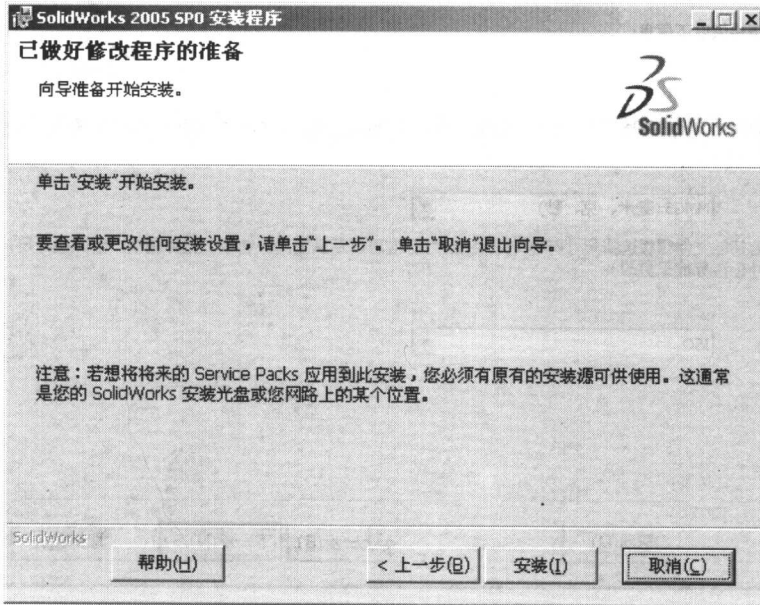

图 1-9 开始安装
(9) 单击“下一步”按钮，如图 1-9 所示，安装向导已做好安装准备。单击“安装”按钮，则程序开始安装。